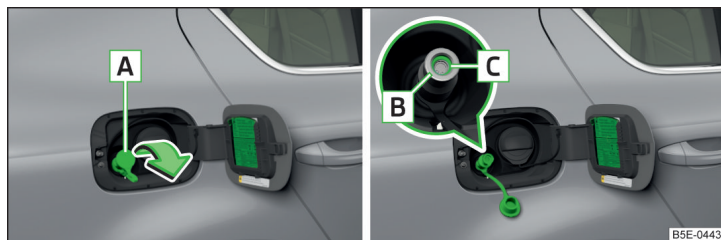

Fig. 288 Tubos de alimentación de gas
- Retirar la tapa **A** » fig. 288 en el sentido de la flecha y colocar el acoplamiento de llenado de la instalación de repostaje sobre el tubo de alimentación **B**.
- Comprobar si el anillo obturador **C** » fig. 288 permanece encajado en el tubo de alimentación **B**. Si el anillo obturador se ha deslizado sobre el acoplamiento de llenado, se deberá introducir de nuevo en el tubo de alimentación.